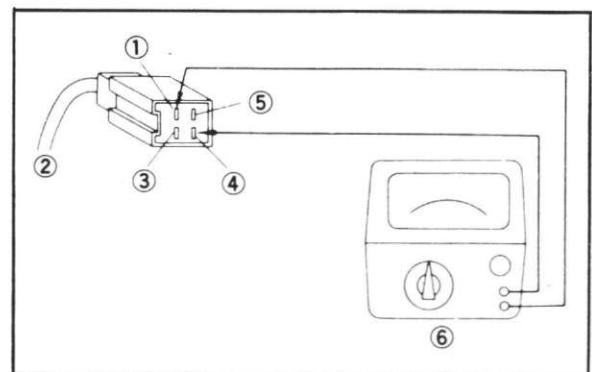

Fig. 6-1-17
i. For resistance test No. 5, hook the two ohmmeter probes to the brown wire and black wire. (Fig. 6-1-17)
i. Essai No. 5: raccorder les sondes de l'ohmmètre aux fils brun et noir. (Fig. 6-1-17)
i. Für die Widerstandsprüfung Nr. 5 sind die beiden Anschlüsse des Ohmmeters mit dem braunen und schwarzen Draht zu verbinden. (Abb. 6-1-17)